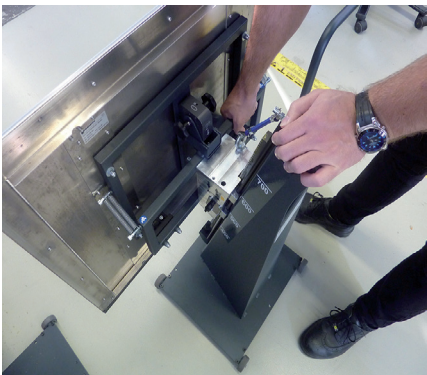

Fig. 8: Ajuste de altura ergonômico
2. Colocar o desbloqueio vertical para a frente (girar para a direita), ver também fig. 8.